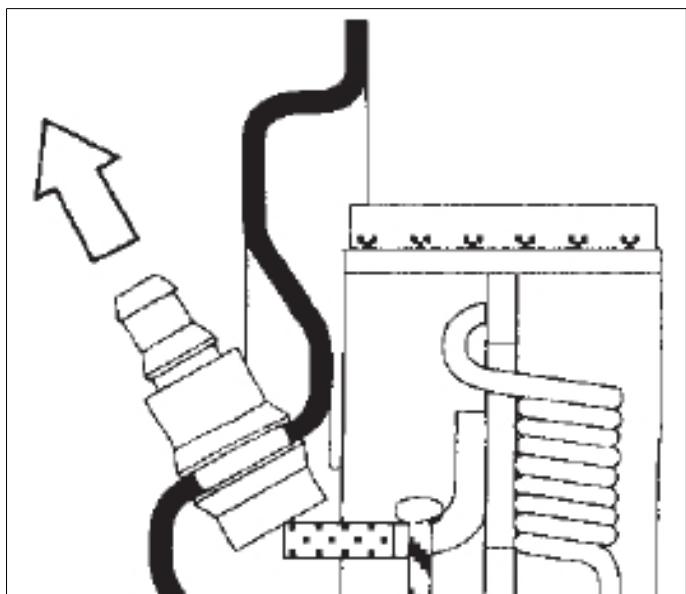

Fig. 8
- Nel tipo 3 (Fig. 8): rimuovere l'arresto della leva del freno a mano sul lato posteriore della piastra di ancoraggio.